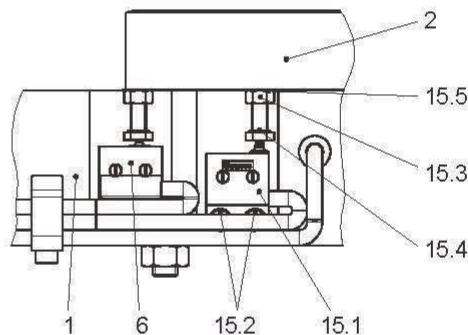

Fig. 10
Contrôle de l'usure (15) fig. 10 (en option selon les types)
Pour le contrôle de l'usure (15), un seul micro-interrupteur est nécessaire pour le frein ROBA®-twinstop®. Il est monté sur le frein comme indiqué sur la figure 10. Le frein ROBA®-twinstop® est livré avec un contrôle de l'usure (15) réglé en usine.
Réglage et contrôle du fonctionnement en usine du micro-interrupteur (15.1), voir fig. 10